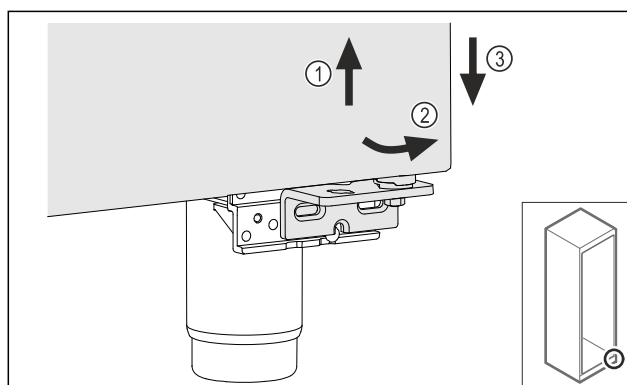

Fig. 27
- ▶ Ridicați ușor ușa Fig. 27 (1), basculați-o jos spre înainte Fig. 27 (2) și coborâți-o Fig. 27 (3).